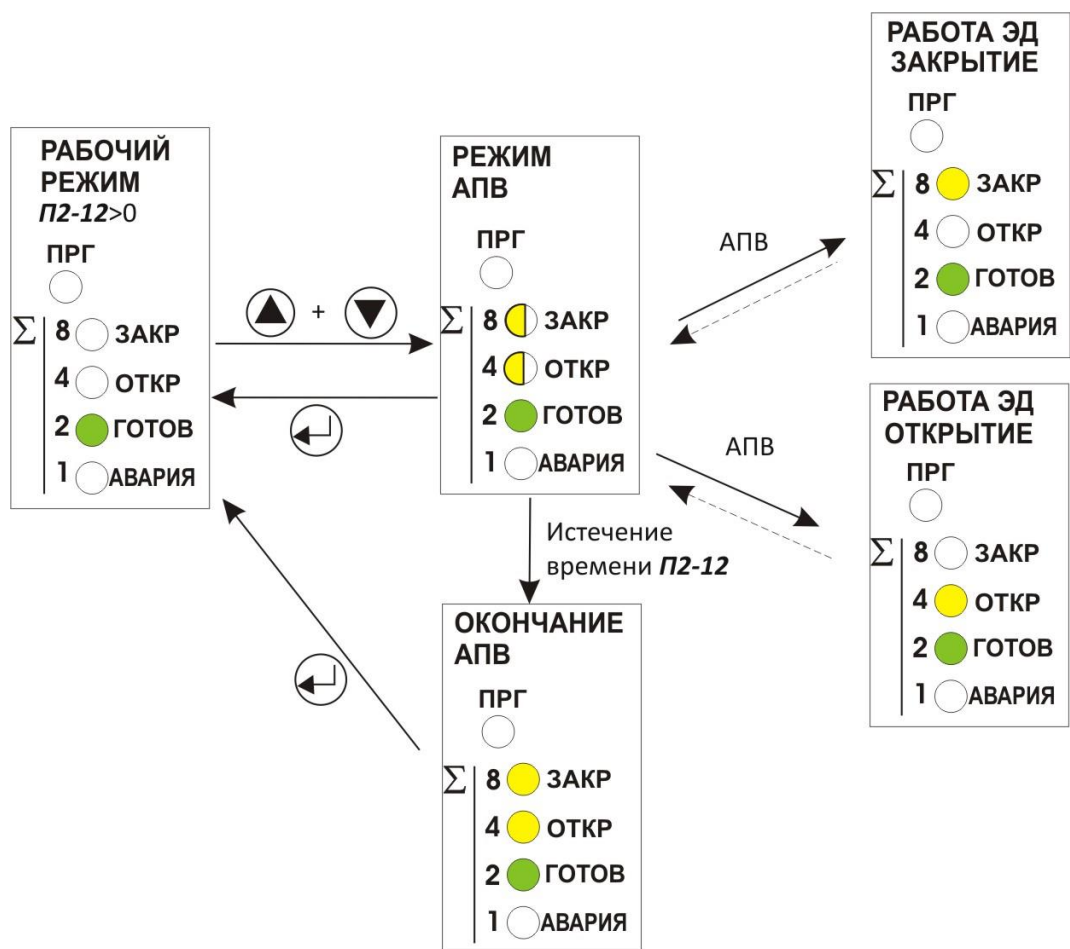

Рисунок 12 - Схема работы режима автоматического повторного включения (уставка $P2-12 > 0$)
1.12.5 Вместо режима тестового включения в меню уставок может быть включен режим АПВ (автоматического повторного включения) (уставки $P2-12...P2..14$, Приложение Б) с заданной длительностью работы, частотой включений и продолжительностью включения для проверки пускателей в лабораторных условиях (рис. 12).